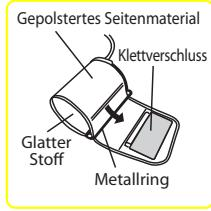

Abb. 2
2. Die Manschette liegt richtig, wenn sich der Klettverschluss an der Außenseite der Manschette befindet und der Metallring nicht die Haut berührt (Abb. 2).